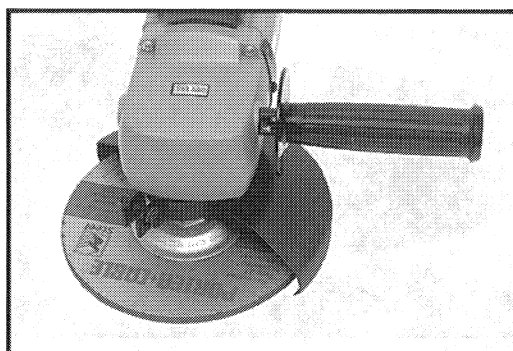

Fig. 5
4. Positionnez le protecteur de manière à ce que les éclats ou les morceaux projetés par une meule qui pourrait accidentellement se briser soient défléchis en direction opposée à l'opérateur. La Fig. 5 montre le protecteur posé pour usage avec la meule à centre affaissé.